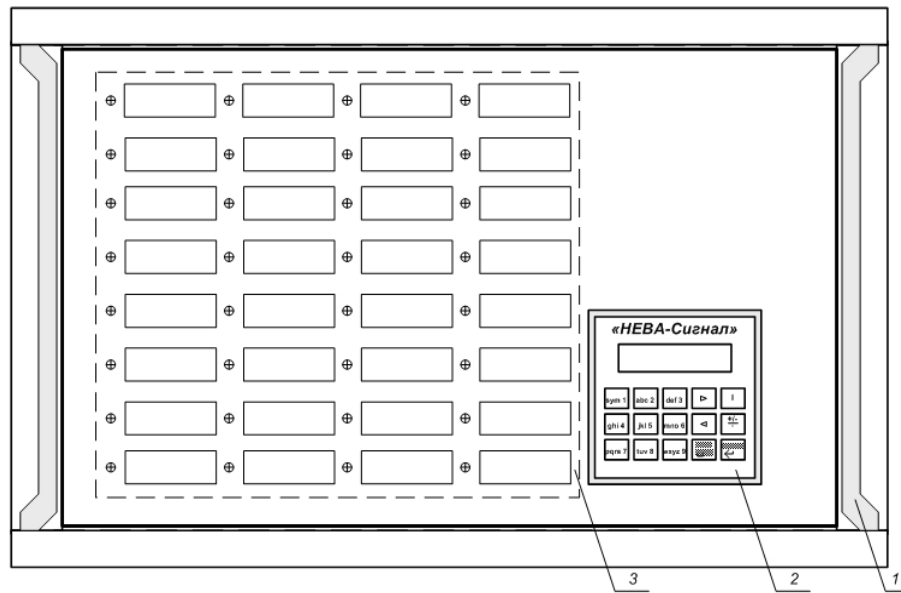

Рис. 6. Внешний вид устройства
6.1. Устройство «НЕВА-СИГНАЛ» представляет собой металлический каркас, в котором размещены модули. Внешний вид устройства сигнализации представлен на рис. 6.